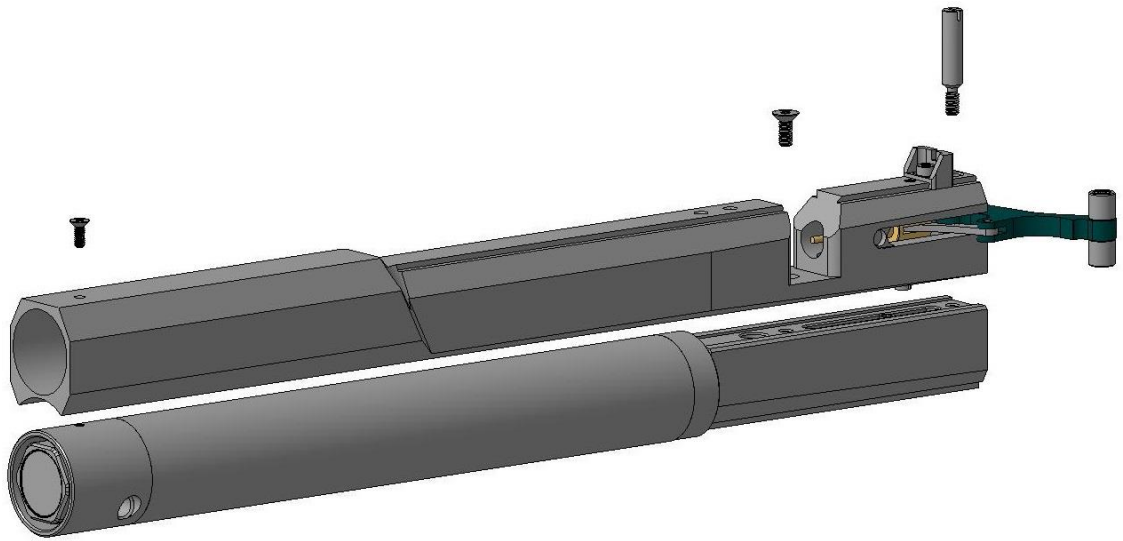

Рисунок 11.
- Отделите ствольную коробку от трубы ударника и резервуара (Рисунок 11).